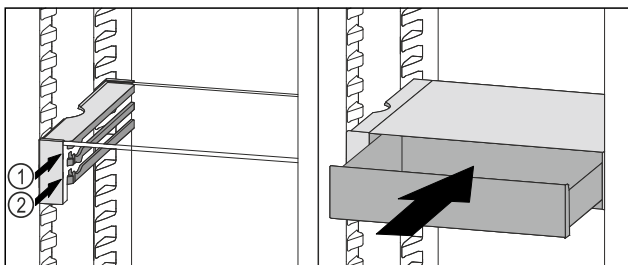

Fig. 105
- ▶ Predal VarioSafe namestite za zaustavljalnimi elementi na želeni nastavek Fig. 105 (1) ali Fig. 105 (2).